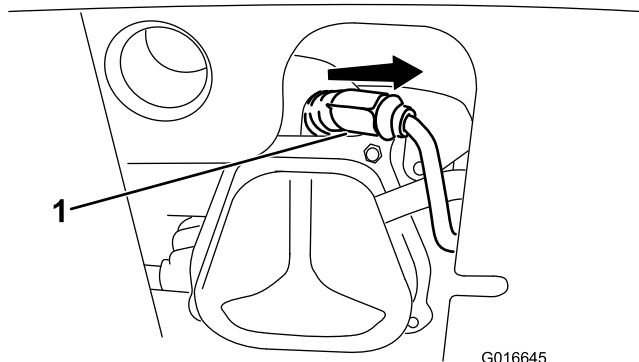

Рисунок 37
1. Снимите изоляционный колпачок (Рисунок 37).